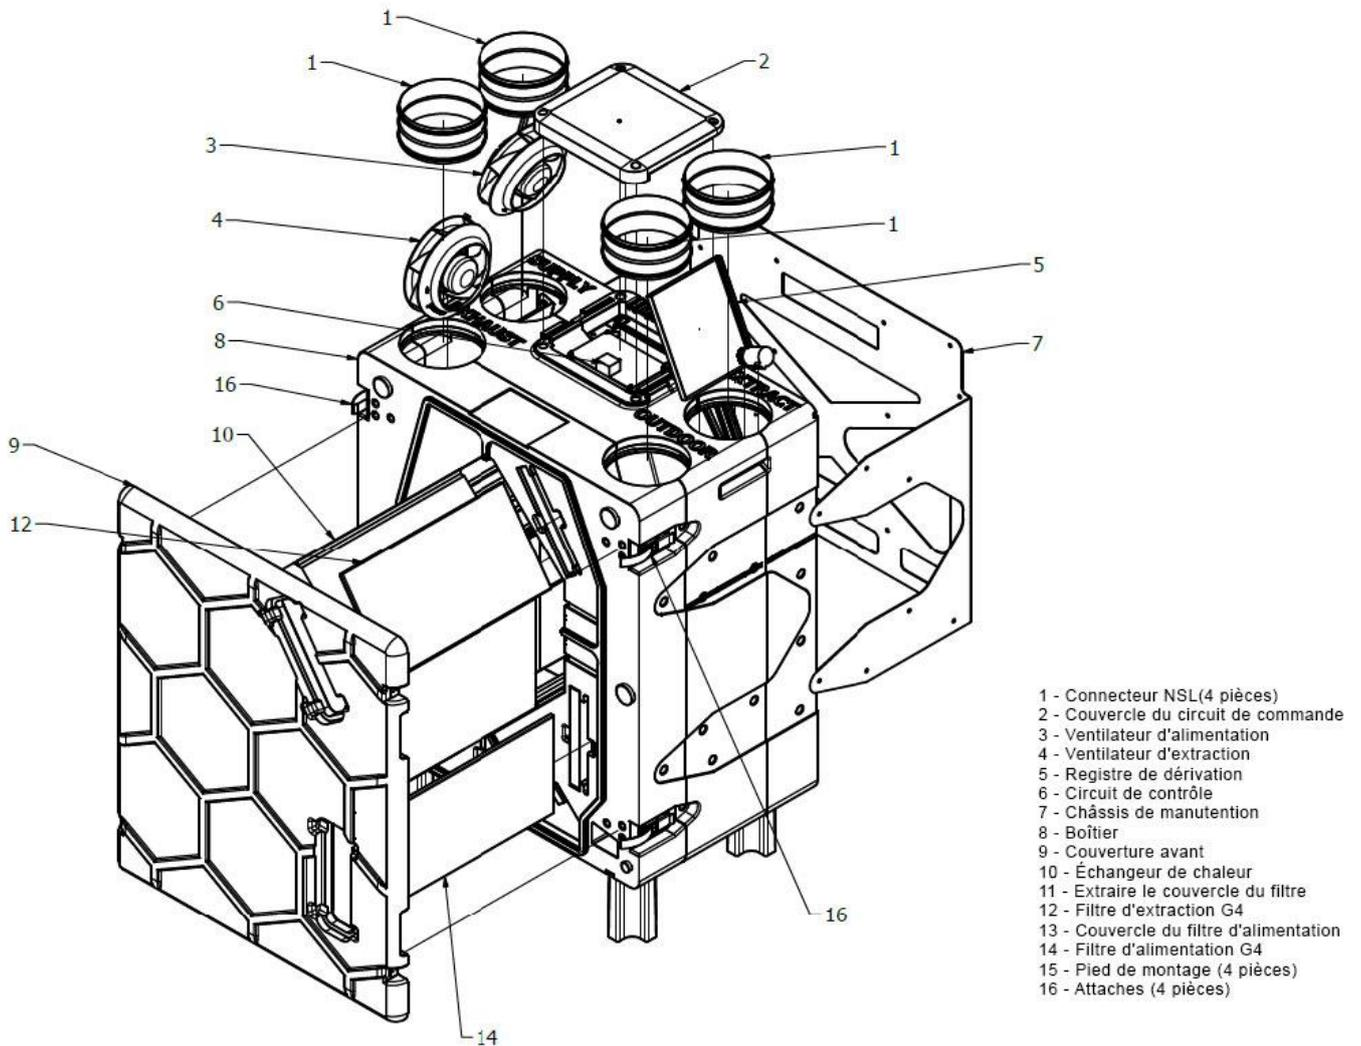

Figure 2 - schéma de construction
- Unité de récupération de chaleur (avec tous les composants de la fig. 2) – 1 pc